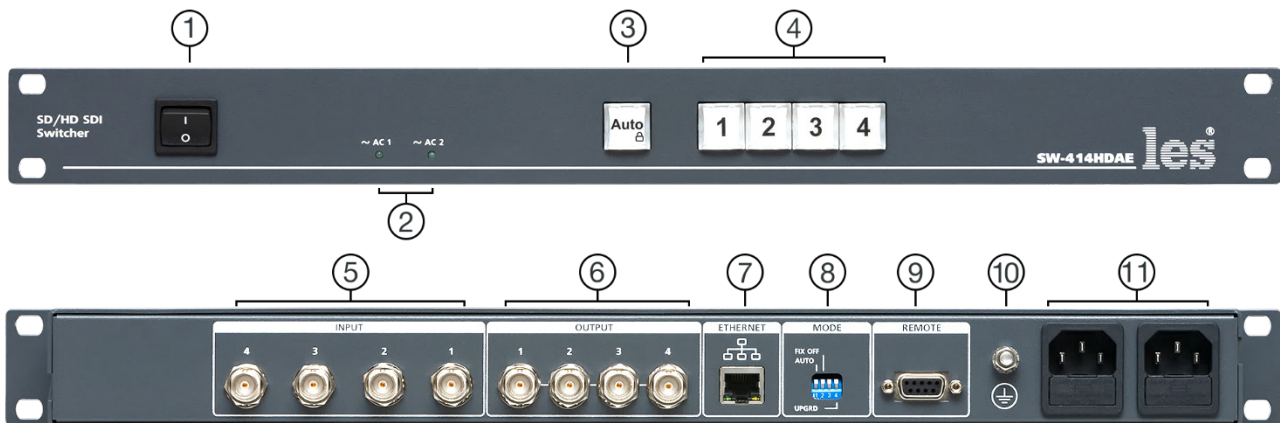

Рисунок 1
5. Подключите шнуры питания к разъёмам IEC C14 (рисунок 1, позиция 11). Обратите внимание на то, что третий провод сетевого шнура используется для заземления корпуса (защитное заземление), которое рекомендуется делать единым для всего комплекса аппаратуры.
Земли входных и выходных разъёмов соединены вместе, присоединены к контакту PE блоков питания, корпусу прибора и клемме заземления (рисунок 1, позиция 10).